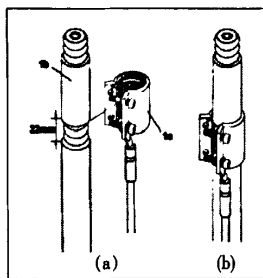

图7 预装接地卡
a) 预装接地卡如图 7 所示。
b) 清洁控制电缆的塑料护套,用合适的拨线工具切割塑料护套,使控制电缆裸露出金属编织网外护层,裸露长度约 22 mm,如图 7(a)所示。
c) 撕去覆盖在接地卡密封胶上的保护纸,将接地卡环绕控制电缆,并对齐控制电缆上的拨口,如图 7(b)所示。